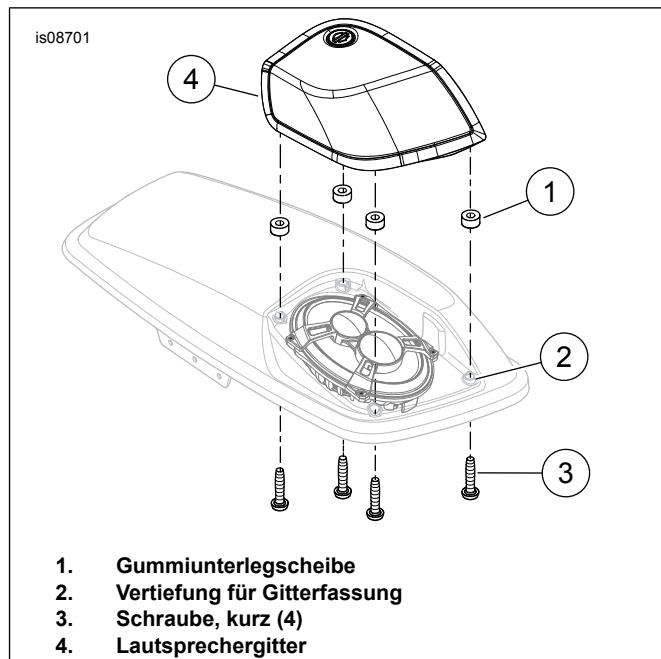

Abbildung 2. Montage des Gitters
5. Siehe Abbildung 2. Gummiunterlegscheiben (1) sicher in der Gitterfassung (2) anbringen.
6. Das Lautsprechergitter (4) über der Lautsprechervorderseite in Einbaustellung bringen.
7. Mit den vier kurzen Schrauben (3) befestigen. Die Schrauben abwechselnd anziehen. Festziehen.